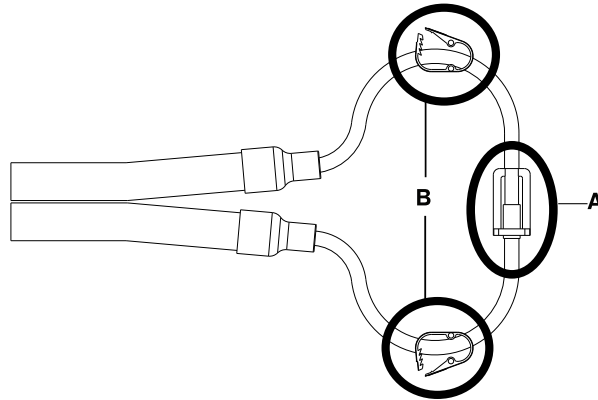

Figura 6-27: Estremità dei tubi con connettore Clik-Tite chiuse e morsetti aperti
- b. Se i tubi in dotazione sono muniti di connettori **Clik-Tite**, accertarsi che le estremità con connettore siano collegate e chiuse (A) e che i morsetti siano aperti (B). Eseguire questa operazione per tutti e tre i tubi. Figura 6-27 a pagina 6-46